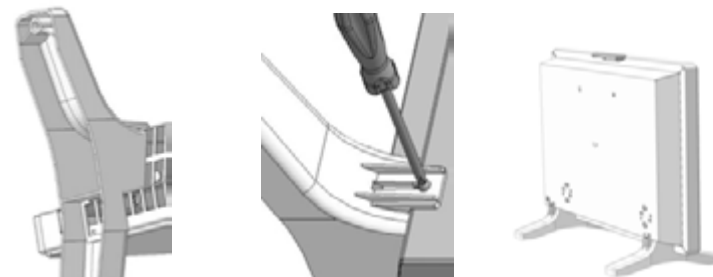

Рис.6 Установка опор конвектора
5.8. Для установки конвектора на опору необходимо установить опоры клиновыми фиксаторами в отверстия нижней решетки и закрепить винтом как показано на Рис.6.